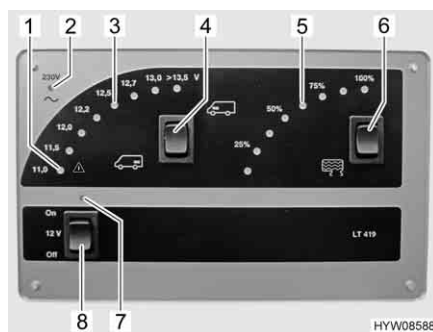

Fig. 44 Pannello di controllo LT 419
I diodi luminosi dell'indicatore Volt (Fig. 44,3) indicano la tensione della batteria.
- Spingere l'interruttore a bilico (Fig. 44,4) verso l'alto "☞": Viene indicata la tensione della batteria di avviamento.
- Premere l'interruttore a bilico (Fig. 44,4) "☞": Viene indicata la tensione della batteria dell'abitacolo.
Rispettivamente due diodi luminosi dell'indicatore del serbatoio (Fig. 44,5) mostrano il livello di riempimento.
- Premere l'interruttore a bilico (Fig. 44,6) "  ": Viene indicato il livello del serbatoio delle acque grigie.
La spia luminosa rossa ALARM (Fig. 44,1) inizia a lampeggiare non appena la tensione della batteria dell'abitacolo scende al di sotto di 11 V (misurazione durante il normale esercizio) con conseguente rischio che la batteria si scarichi troppo.
L'interruttore principale a 12 V (Fig. 44,8) inserisce o disinserisce il pannello di controllo e l'alimentazione a 12 V dell'abitacolo.
- Premere in alto l'interruttore a bilico (Fig. 44,8) "On": L'alimentazione a 12 V dell'abitacolo è inserita. La spia di controllo (Fig. 44,7) diventa verde.
- Premere in basso l'interruttore a bilico (Fig. 44,8) "Off": L'alimentazione a 12 V dell'abitacolo è disinserita. La spia di controllo (Fig. 44,7) si spegne.
La spia di controllo a 12 V (Fig. 44,7) si accende non appena l'interruttore principale a 12 V (Fig. 44,8) viene inserito.
La spia gialla di controllo a 230 V (Fig. 44,2) si accende quando all'ingresso della centralina elettrica è presente una tensione di rete.